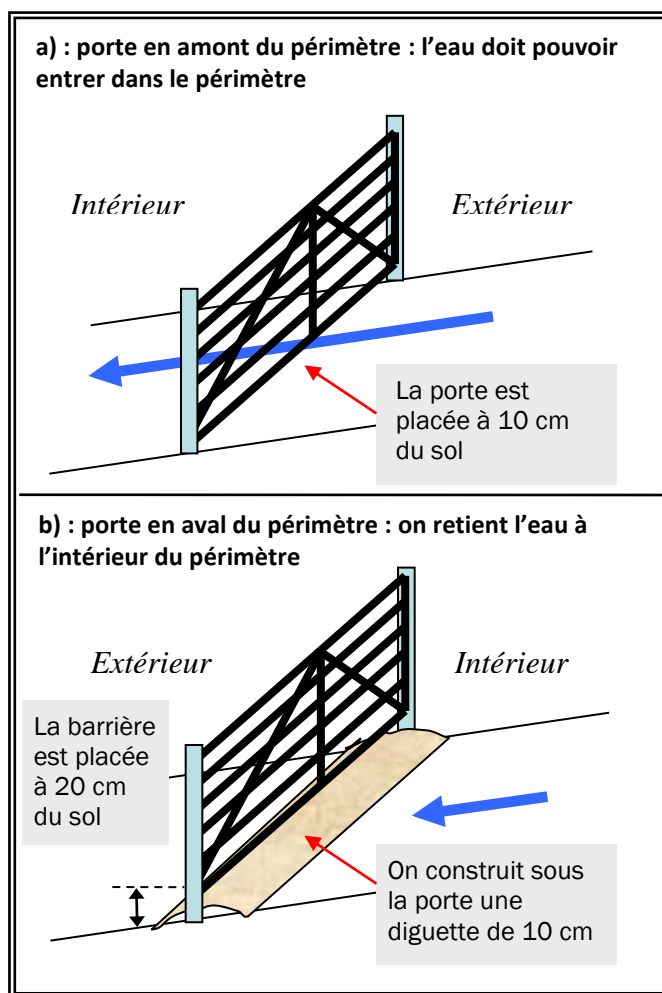

Figure 20 : hauteur de la porte en fonction du ruissellement
- Cependant, si la porte est placée en aval du périmètre, la barrière sera placée à 20 cm du sol. Un rehaussement (diguette en terre de 10 cm) sera ensuite réalisé au pied de porte, qui permettra de retenir l'eau de ruissellement (figure 20 a et b).